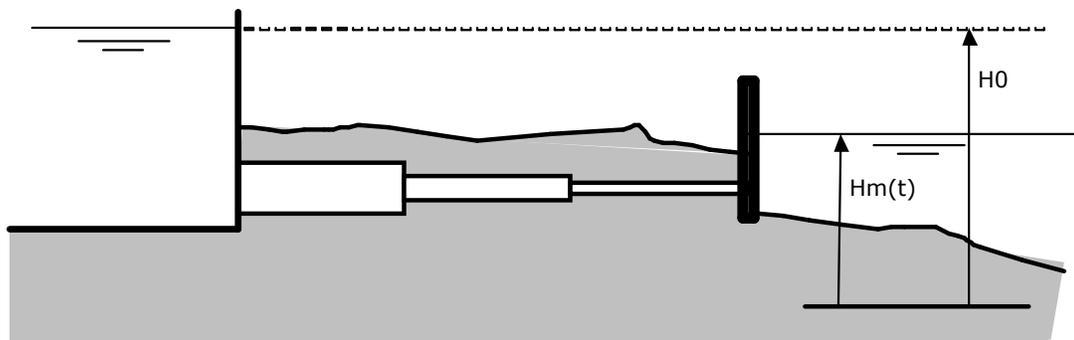

Figura 2.2.
- (b) Considere la tubería mostrada en la Figura 2.2, formada por 3 tramos de largos L_1 , L_2 y L_3 , de áreas A_1 , A_2 y A_3 , respectivamente. La tubería es alimentada por un estanque de carga constante, H_0 . La tubería descarga al océano. Suponga que el nivel del océano varía debido a efectos de marea según la ecuación: $H_m = H_{m0} + \Delta H \sin(\omega t)$. i) Determine una ecuación diferencial que permita determinar la variación del caudal conducido por la tubería en el tiempo, bajo las mismas condiciones de la parte a) ii) En torno a qué valor oscila el caudal en el sistema?